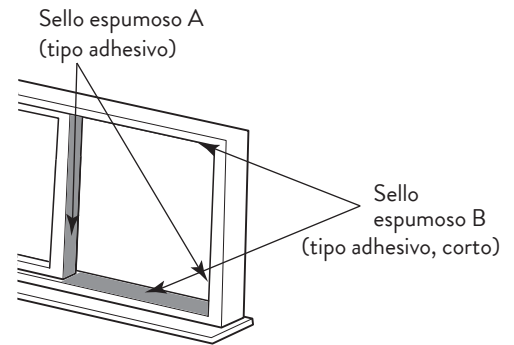

Fig. 8
1. Cortar los sellos espumosos adhesivos en la longitud apropiada y sujetarlo al marco de la ventana. Fig. 8.